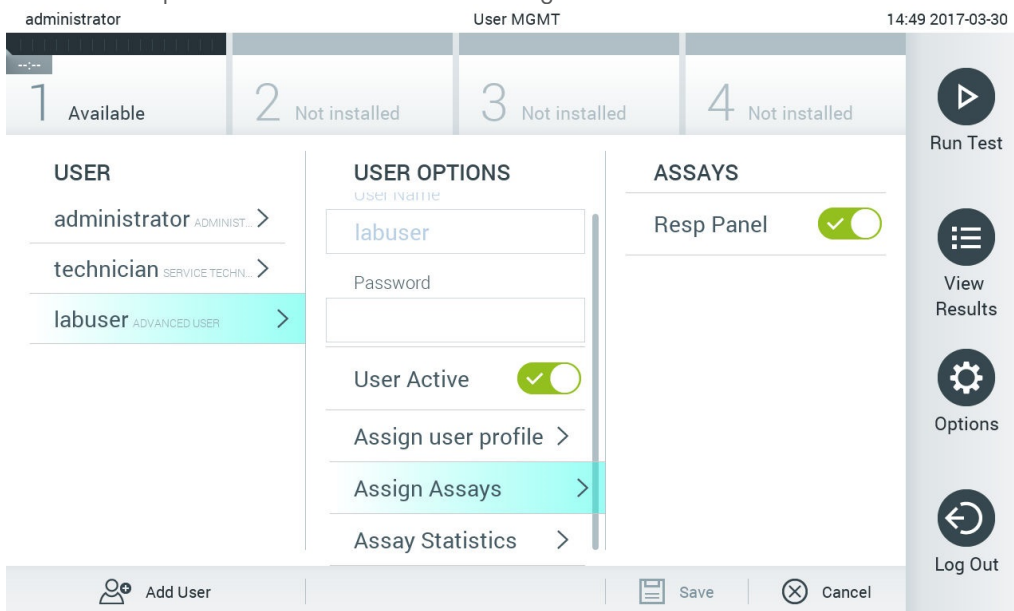

Figure 62. Attribuer des dosages aux utilisateurs.
- Assign Assays (Attribuer des dosages) : permet de définir les dosages de la base de données des dosages que l'utilisateur peut exécuter. Sélectionnez les dosages dans la liste située à droite de la zone de contenu (figure 62)